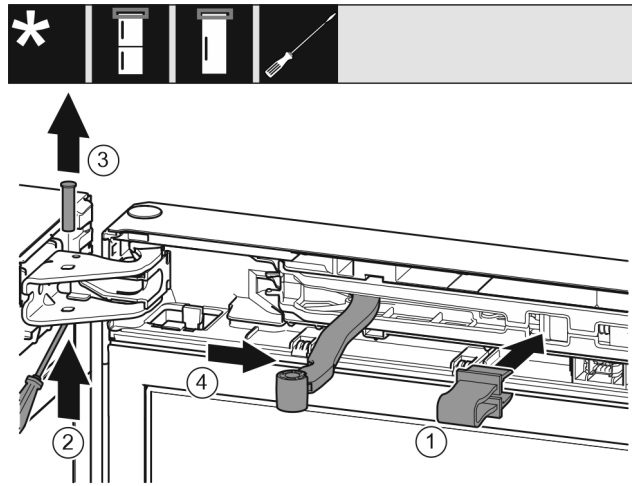

Fig. 8
▶ Zabezpieczenie zazębić w otworze. Fig. 8 (1)
▶ Sworznie wysunąć przy pomocy śrubokręta. Fig. 8 (2)
▶ Sworznie wyjąć w górę. Fig. 8 (3)
▶ Przegub obrócić w kierunku drzwi. Fig. 8 (4)